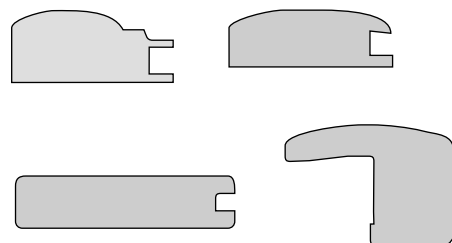

Рис. 2.3
- ◆ Постформинг — способ облицовывания кромок деталей за счет заворачивания свеса облицовочного материала с пласти на кромку с одновременным его приклеиванием. В результате получается плита длиной 2800, 3050 или 3660 мм, шириной 300, 450 или 600 мм и толщиной от 16 до 40 мм. Лицевая пласт и одна или две длинные скругленные кромки покрыты одной пленкой, а вторая пласт остается необлицованной или покрывается другой, менее декоративной пленкой. С нижней стороны столешниц на стыке пленок обычно делается каплеуловительная канавка, дополнительно покрытая герметиком. Погонажные изделия из MDF — профили для рамочных фасадов, карнизы, плинтусы, наличники — выпускаются хлыстами различной длины (рис. 2.3).